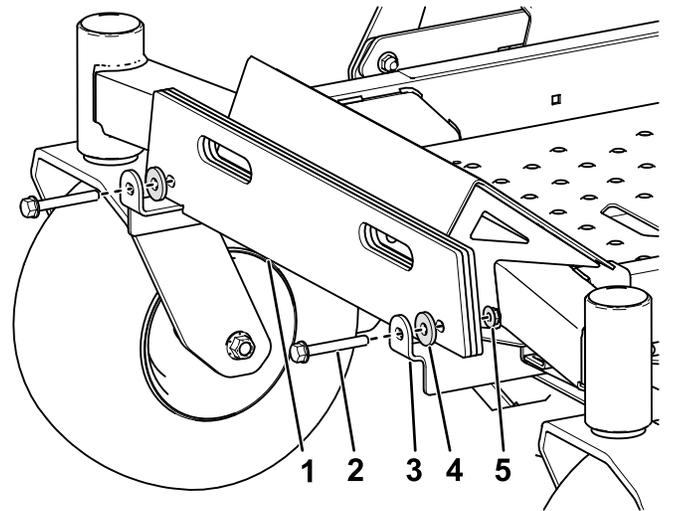

Figura 4
2. Instale los pesos de maletín (cantidad determinada por el tamaño de la carcasa) en los soportes de montaje de los pesos con 2 pernos ($\frac{3}{8}$ " x $2\frac{3}{4}$ "), 2 arandelas y 2 contratuercas ($\frac{3}{8}$ "), tal y como se muestra en la Figura 4.